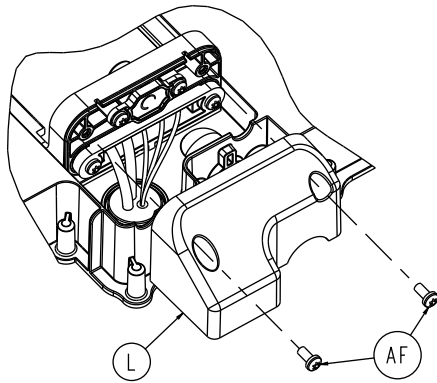

Figure 36 – Retirer les vis du couvercle arrière du support de batterie
6. À l'aide d'une clé Torx T20, retirer les deux vis de taraudage à tête cylindrique (AF) qui fixent le couvercle arrière du support de batterie (L) à l'interface côté pieds (FEIB) (Figure 36). Conserver les vis.